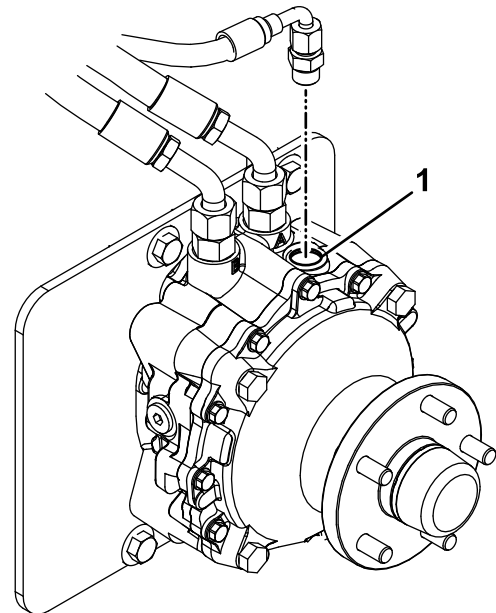

Figure 70
9. Enlevez le bouchon de l'orifice de remplissage au sommet de chaque moteur de roue (Figure 70).